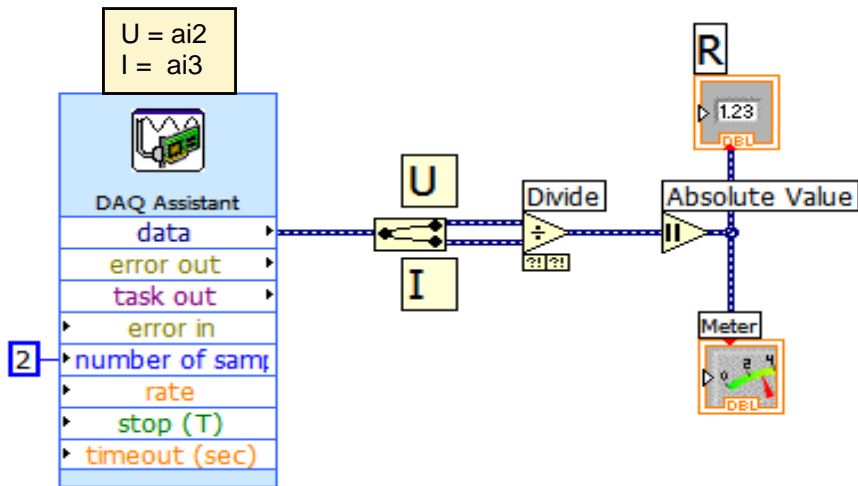

Рис.17 Омметр: блок-схема
Данный узел ставим вблизи выхода **Data** и соединяем с ним проводником. Первоначально узел **Split Signal** имеет один выход. С помощью мыши его нужно растянуть по вертикали за нижний или верхний край до получения двух выходов (Рис. 17). Верхний будет выходом напряжения, нижний – силы тока (в соответствии с порядком добавления каналов, см. рис.16).
Окончательная схема омметра показана на рис.17. На выходе установлены цифровой и стрелочный индикаторы. Поскольку полярности подключения входов могут быть разными, а величина сопротивления должна быть положительна, на выходе узла деления поставлен узел нахождения модуля *Absolute Value*, взятый, как и узел деления *Divide*, из палитры **Functions >> Numeric**.
1) добавить статистическую обработку для собранного в упражнении 3 омметра (рис.17). Данный ВП нужно разработать самостоятельно, зарисовать в тетради блок-схему и показать его работу преподавателю.